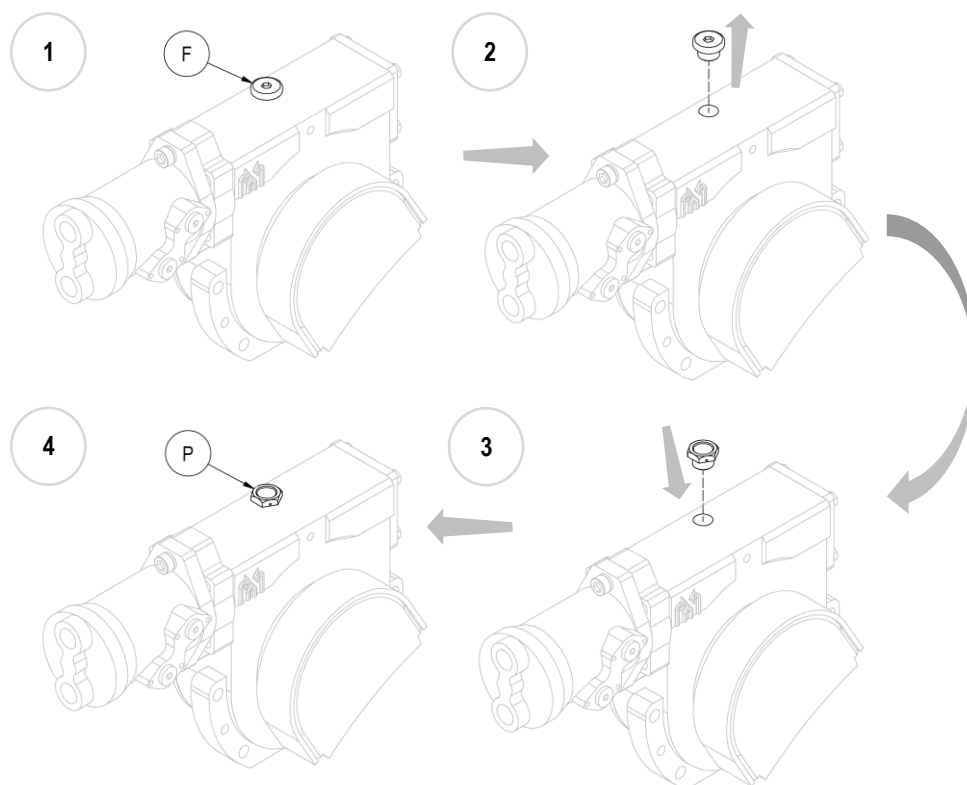

Figura 5
10. **N.B.** Con el equipo montado, reemplaze el tapón de llenado de aceite de hierro ciego (F) por el de plástico suministrado (P), equipado con un respiradero (mira *Figura 5*).